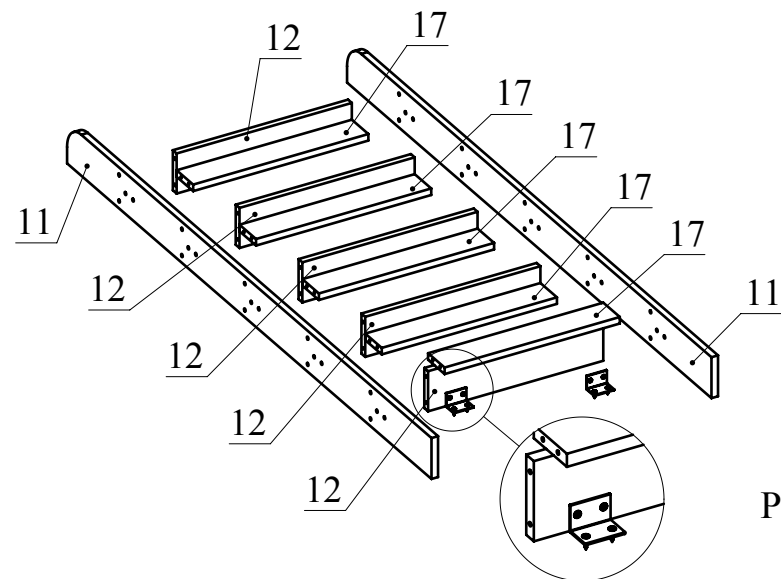

Рис.5
6. Соберите лестницу. Установите детали 12, 17 между деталями 11 и соедините при помощи конфирматов 7х50. Прикрутите при помощи шурупов 3,5х16 уголок металлический к детали 12 согласно схемы (Рис. 5).